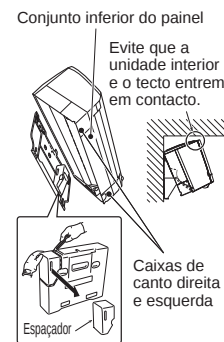

Figura 5
- 7) Utilize a esferovite da embalagem para cortar o espaçador e coloque-o no encaixe na parte posterior da unidade interior. (Figura 5)